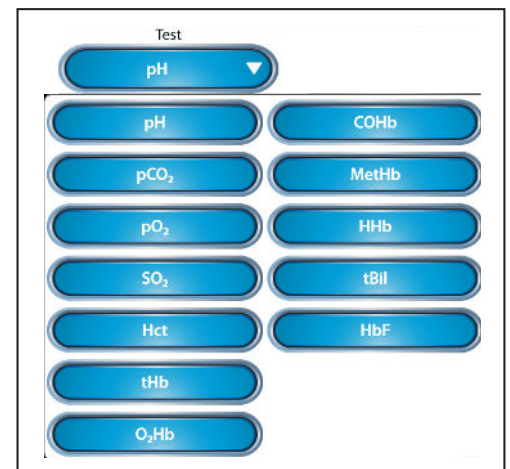

Figure 4.8 Diagramme de Levey Jennings Sélection des tests
2. Sélectionnez le panel voulu dans la liste contextuelle (Figure 4.8).